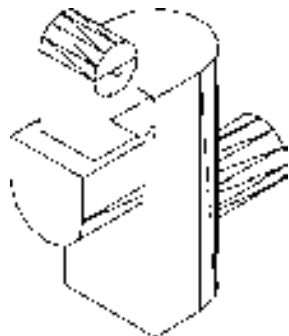

图 10-133 创建圆柱体
2) 单击“建模”工具栏中的“圆柱体”按钮, 以坐标点(-12,38,-15)为起点, 绘制半径为“12”, 高度为“30”的圆柱体。结果如图 10-133 所示。